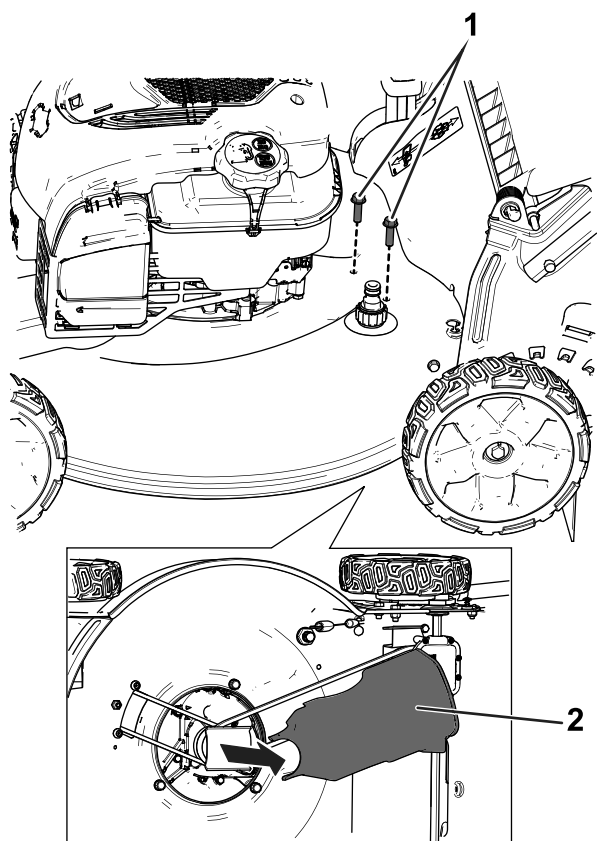

図 3
7. 後下ベルトカバーを止めているボルトを外し、カバーとボルトを外して保管する 図 3。